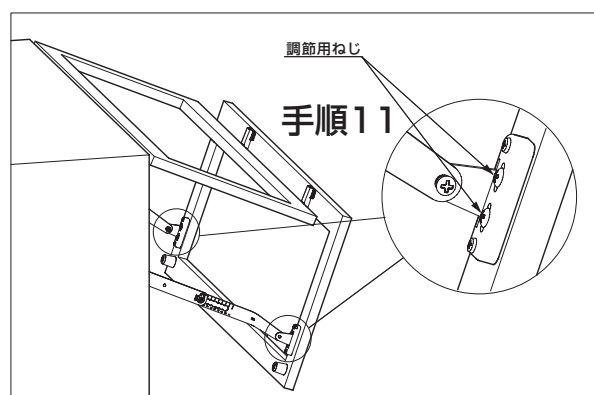

図 10. 調節用ねじ詳細
**手順 11** 扉を閉めた際、完全に閉まらない場合は、HBFN-SN 座金の調節用ねじを緩め、扉が閉まる位置で HBFN-SN 座金を固定してください。調節用ねじによる高さ方向の位置調節は、± 5mm です。位置が確定しましたら、調節用ねじは必ずに増し締めを行ってください。(図 10.)